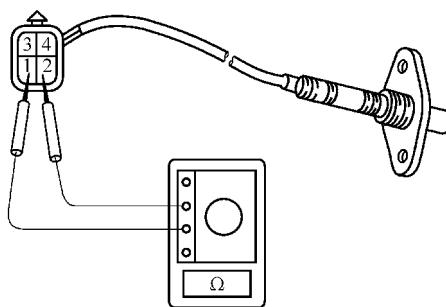

图 5-66 四线式氧传感器
(1) 氧传感器加热器电阻的检修 将点火开关置于 OFF 位置, 拔下氧传感器线束插头, 如图 5-66 所示, 测量氧传感器接线端中加热器端子 1 和 2 间的电阻, 其电阻值应符合标准值 (一般为  $4 \sim 40\Omega$ )。如不符合标准, 应更换氧传感器。测量后, 接好氧传感器线束插接器, 以便作进一步的检测。